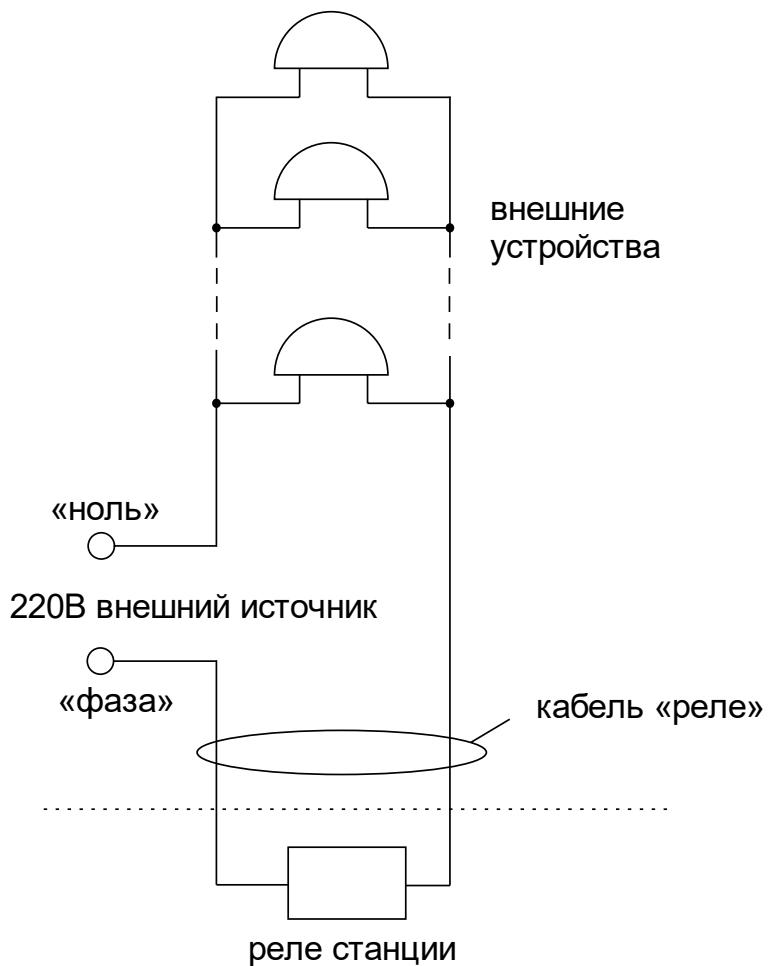

Рис. 1.
4.5 Подсоедините кабель «Реле» через клеммную коробку к внешним устройствам следующим образом (см. рис. 1). На один из проводов кабеля «Реле» необходимо подать «фазу» внешней питающей электросети 220 В, предназначеннной для питания внешних устройств; второй конец кабеля «Реле» подключить к одному из входов питания внешних устройств; другой вход питания внешних устройств подключить на «ноль» питающей электросети 220 В. Все внешние устройства должны быть соединены друг с другом по входам питания параллельно. К внешним устройства относятся, например, школьные звонки громкого боя.